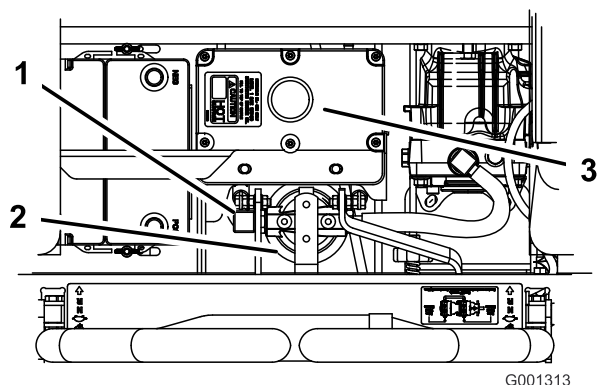

Figura 100
4. Retire a linha hidráulica direita que vem com o adaptador (Figura 100).
6. Instale a linha hidráulica direita no adaptador (Figura 100).